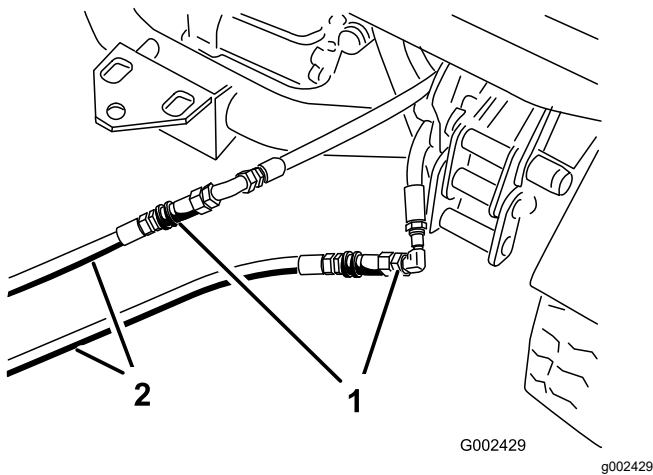

図 75
- 故障しているワークマンのカップラホースに、救援用ホース 2 本を接続する 図 75。